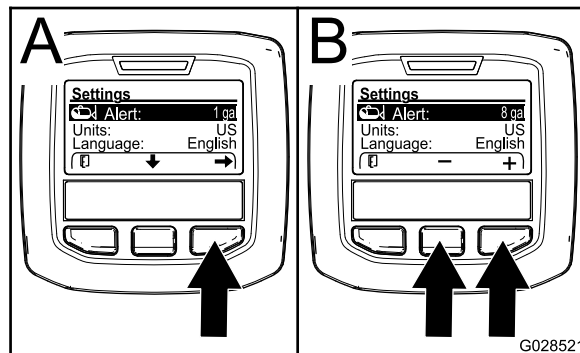

图8
1. 按中间选择按钮可高亮显示提醒设置 图8。
2. 按右侧选择按钮 图8。
3. 使用中间或右侧选择按钮输入打药车操作过程中提醒显示所需的药缸最低液量 图8。